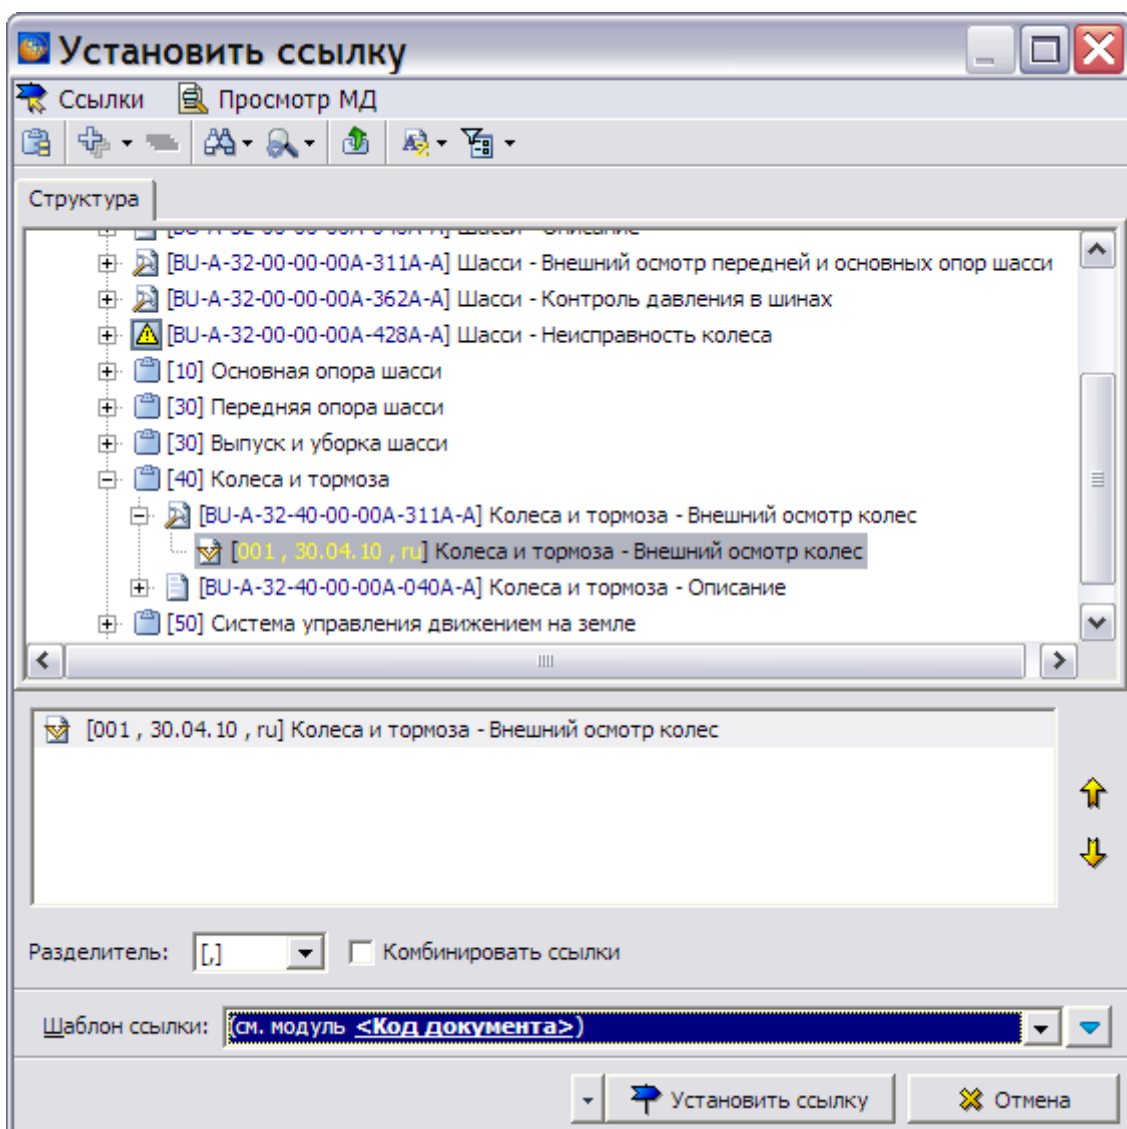

Рис. 7.44
3. Из выпадающего меню выберите команду  **Внешняя ссылка**. При этом появится диалоговое окно **Установить ссылку**, в котором отображена структура проекта (Рис. 7.44).
5. В примере рассмотрена вставка ссылки на версию модуля данных. Выберите версию модуля данных, на который устанавливается ссылка (Рис. 7.44).